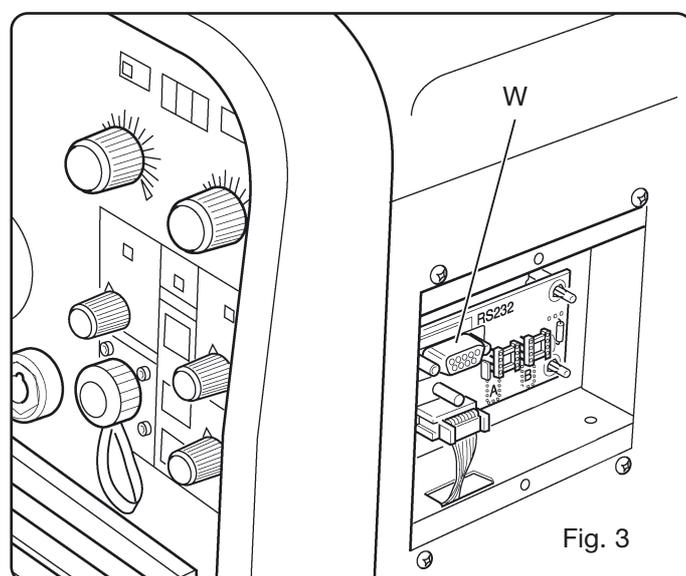

Fig. 3
3.4 Connecteur type DB9 (RS 232) (Fig. .3)